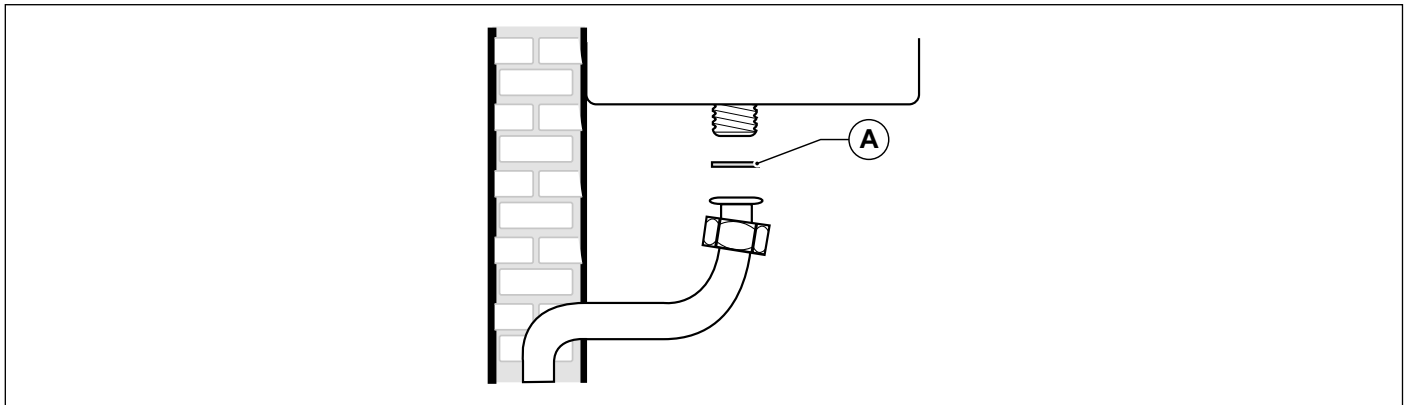

Рис. 23 Підключення газу
Підключення котла до лінії підводу газу слід **ОБОВ'ЯЗКОВО** здійснювати накидною гайкою із застосуванням в стиковій площині ущільнювальної прокладки (A) відповідного діаметру і з придатного для цієї мети матеріалу (див. Рис. 23 Підключення газу).